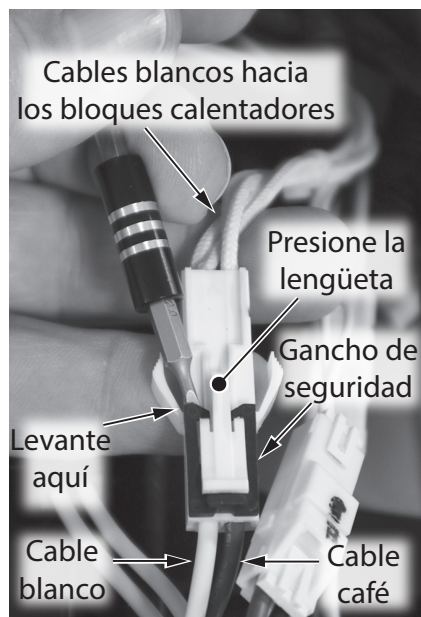

Figura 50 - Retiro del gancho de seguridad del cableado
- 13** Para desconectar los mazos de cables B1 - B3, retire suavemente el gancho de seguridad con un minipico o con la uña. Empuje la lengüeta como se muestra en la Figura 50. Separe los mazos de cables. Deje el gancho de seguridad a un lado en un lugar seguro para volver a instalarlo.